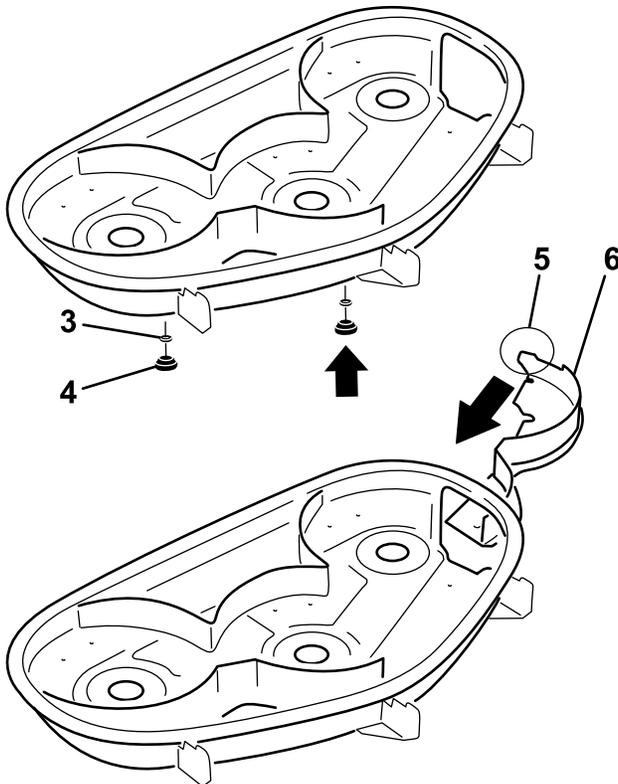

Bild 1
1. Entfernen Sie von den vier Löchern im Mähwerk, in die Sie die Befestigungsschrauben des Ablenkblechs einsetzen (Bild 1) ggf. die vorhandenen Schrauben.
und den Wellenscheiben (die kappenförmige Seite muss zum Mähwerk zeigen), siehe Bild 1 und Bild 2.
3. Schieben Sie das rechte Ablenksblech durch die Auswurföffnung und befestigen Sie es mit den zwei Handrädern und den Wellenscheiben (die kappenförmige Seite muss zum Mähwerk zeigen), siehe Bild 1 und Bild 2.